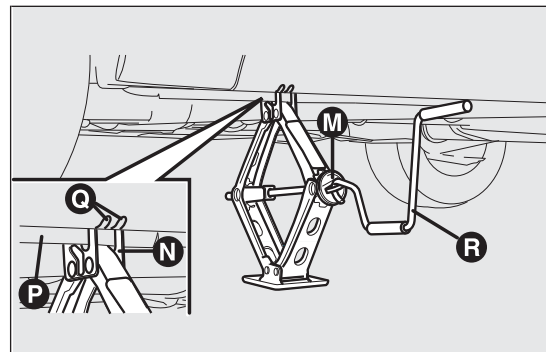

fig. 127
- ❑ accionar el dispositivo M fig. 127, para extender el gato hasta que la ranura N de la parte superior del gato se introduzca correctamente en el perfil inferior P de la carrocería en la indicación Q (aproximadamente 72 cm del centro de la rueda delantera o 75 cm del centro de la rueda trasera);
- ☐ introducir la manivela R fig. 127, para permitir el accionamiento del gato y levantar el vehículo, hasta que la rueda se eleve unos centímetros del suelo;
- ☐ accionar la manivela R fig. 127 del gato para bajar el vehículo y retirar el gato;